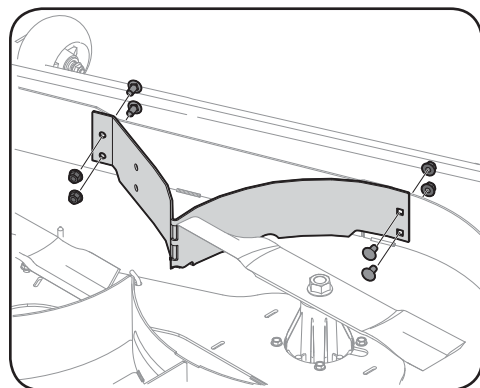

Figure 1-5
1. Fixez le déflecteur central avec quatre boulons de carrosserie de 3/4 pouce et quatre écrous à bride. Voir Figure 1-5.